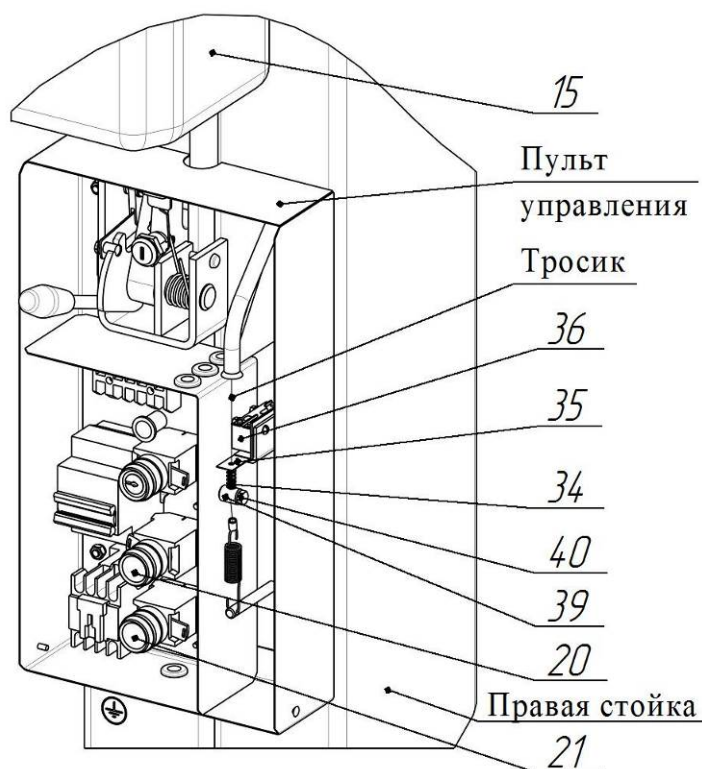

Рисунок 6.7 – Система автоматического отключения насосной станции при достижении каретки крайнего верхнего положения
6.12.1 Система автоматического отключения привода насосной станции 15 при достижении нижней части каретки 4 крайнего верхнего положения (1745 мм от основания стойки) установлена и отрегулирована на предприятии-изготовителе (рисунок 6.7).